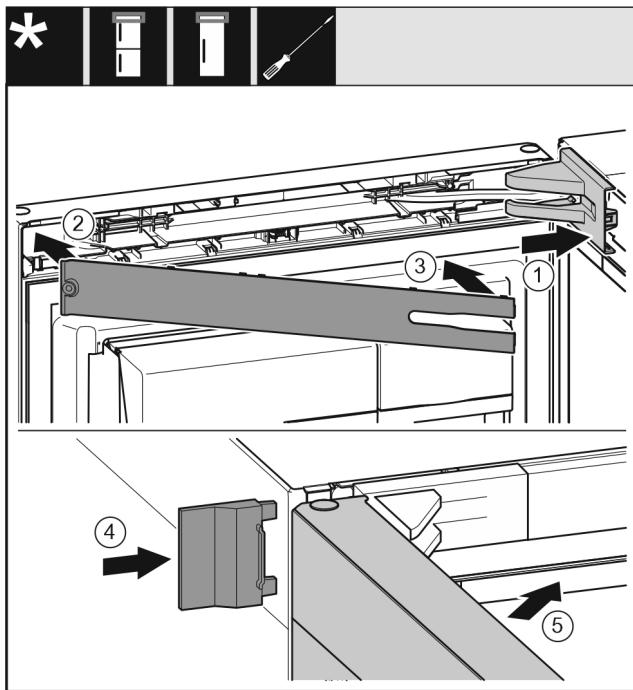

Fig. 31
- Nasadte a zaklapněte kryt stojanu ložiska Fig. 31 (1), příp. opatrně přitlačte od sebe.
- Nasadte záslepku Fig. 31 (2).
- Záslepka Fig. 31 (3)
- Vnější kryt Fig. 31 (4) nasuňte.
- Zavřete horní dveře Fig. 31 (5).